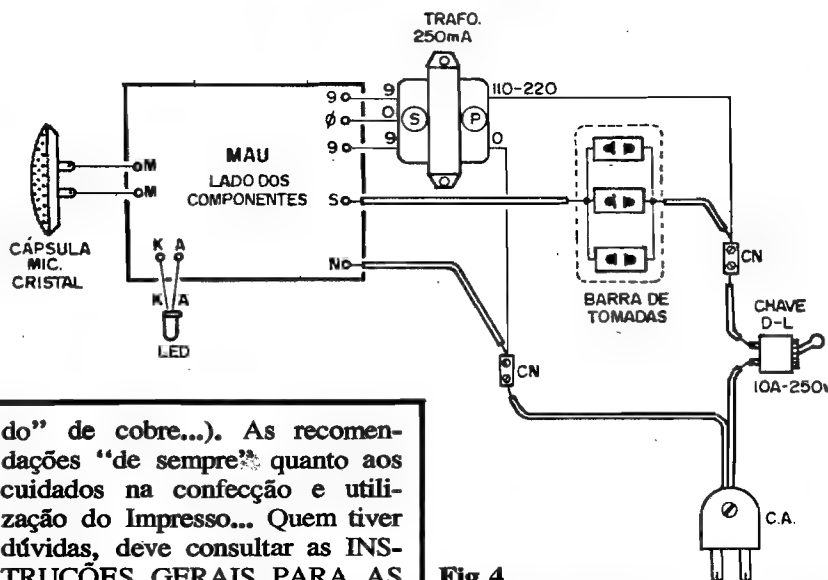

Fig. 4
- FIG. 4 - CONEXÕES DOS COMPONENTES EXTERNOS - O lado observado da placa ainda é o mesmo da figura anterior (só que agora as pecinhas **sobre** o fenolite não são mais vistas, para não "congestionar" o desenho, e porque já foram detalhadas antes...), enfatizando-se as conexões externas... Observar a ligação da cápsula de microfone de cristal,